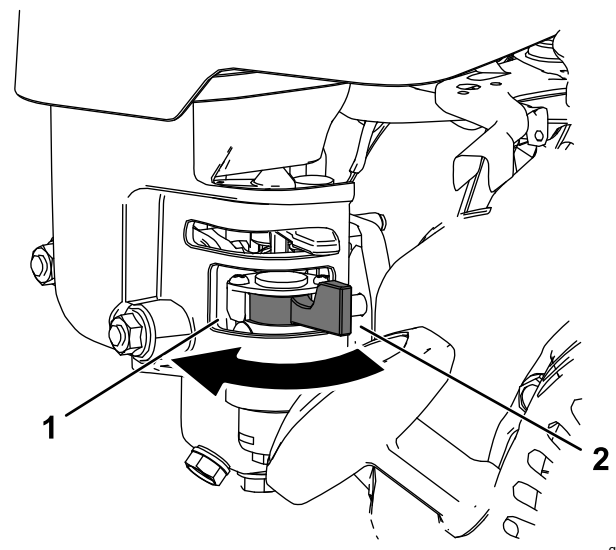

Figura 22
- Pentru a deschide valva de combustibil, deplasai maneta de închidere combustibil către maneta demarorului cu recul (Figura 22).
- Pentru a închide valva de combustibil, îndepărtați maneta de închidere combustibil de maneta demarorului cu recul (Figura 22).